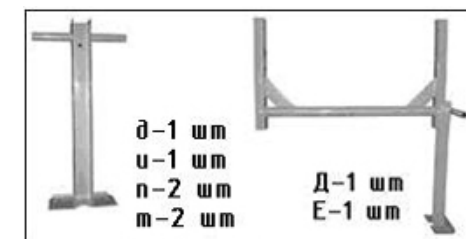

Рис.3
6.2. Смонтируйте на раме (Д) переднюю стойку (Е) используя крепеж (д, и, п, т) из пакетов №2 и №12 что бы получилась конструкция как на Рис.3.